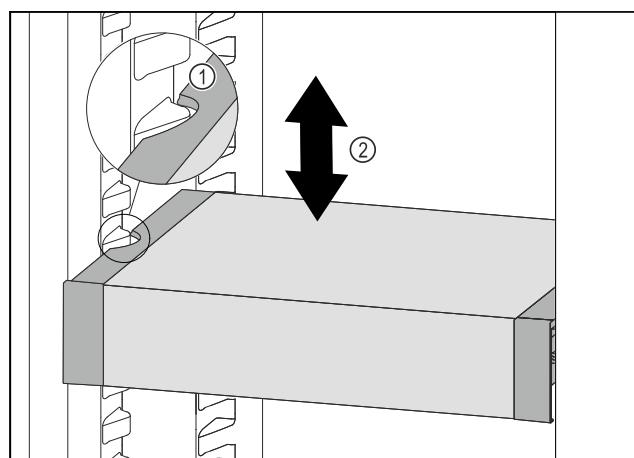

Fig. 52
- Потягнути VarioSafe вперед, поки бокові заглиблення VarioSafe не опиняться на рівні ребра для резервуара в охолоджувальному відділенні. Fig. 52 (1)
- ▶ Пересувайте VarioSafe вгору або вниз в охолоджувальному відділенні до тих пір, поки не досягнете бажаної висоти. Fig. 52 (2)